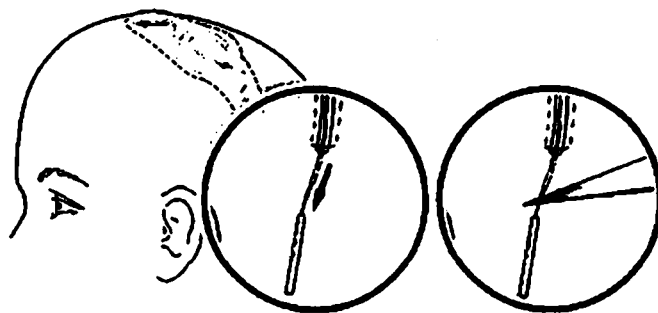

Figura 14. Extraiga el segmento externo de la extensión percutánea.
1. Extraiga el segmento externo de la extensión percutánea aproximadamente 1 cm del lugar por el que atraviesa la piel (Figura 14).